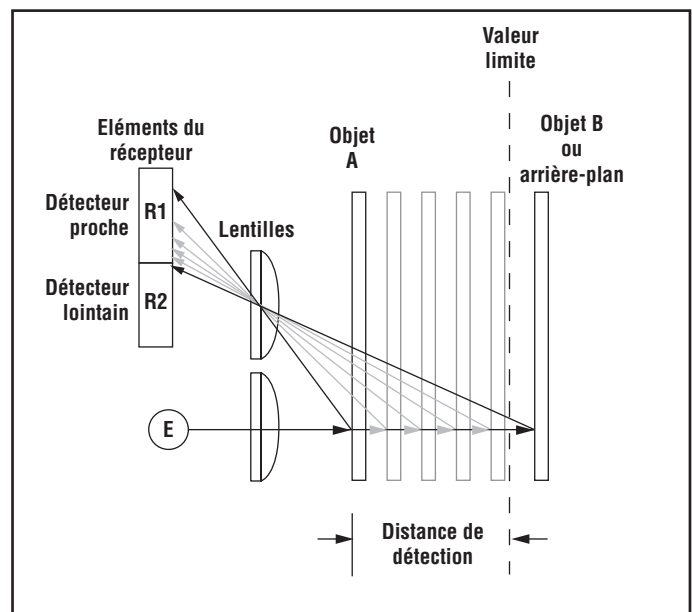

Figure 2. Concept de détection avec suppression de l'arrière-plan réglable
Lorsqu'il fonctionne, le Q60AF compare les réflexions du faisceau lumineux (E) provenant d'un objet sur les deux détecteurs R1 et R2 positionnés différemment du détecteur (voir Figure 2). Si le signal lumineux du détecteur proche (R1) est plus puissant que le signal lumineux du détecteur lointain (R2) (voir objet A, plus proche que la valeur limite), le détecteur détecte l'objet. Si le signal lumineux du détecteur lointain (R2) est plus puissant que le signal lumineux du détecteur proche (R1) (voir objet B, au-delà de la valeur limite), le détecteur ignore l'objet.